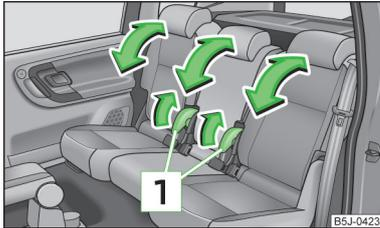

Fig. 57
► Tirar de la palanca **1** » fig. 57 y ajustar la inclinación deseada del respaldo.
- Tirar de la palanca **1** » fig. 57 de la página 75 y abatir completamente el respaldo hacia delante.